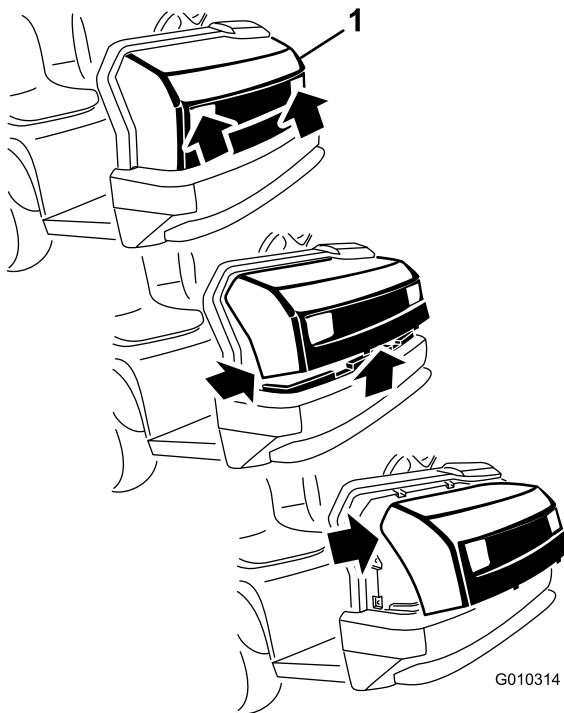

Bild 28
1. Fassen Sie die Motorhaube in den Scheinwerferöffnungen an und heben sie an, um die unteren Befestigungsnasen aus den Rahmenschlitz zu heben (Bild 28).
2. Drehen Sie die Unterseite der Motorhaube nach oben, bis Sie die oberen Befestigungsnasen aus den Rahmenschlitz ziehen können (Bild 28).
3. Drehen Sie die Oberseite der Motorhaube nach vorne und ziehen Sie die Kabelanschlüsse von den Scheinwerfern ab (Bild 28).
2. Stecken Sie die oberen Befestigungsnasen in die Rahmenschlitz (Bild 28).
3. Stecken Sie die unteren Befestigungsnasen in die Rahmenschlitz (Bild 28).